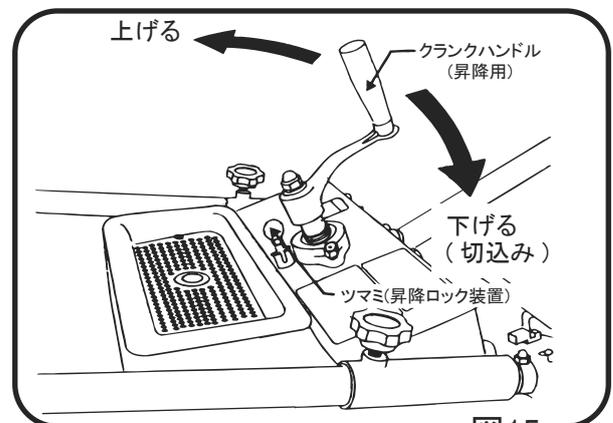

図15
- 4 本機を下降させてブレードで切削を始める時は、本機中央にあるクランクハンドルを右(時計)方向に回し、エンジン回転数が低下し過ぎない速度で切り上げて下さい。所定の切削深度に達しましたら、クランクハンドル下部のつまみで昇降をロックして下さい。(図15)